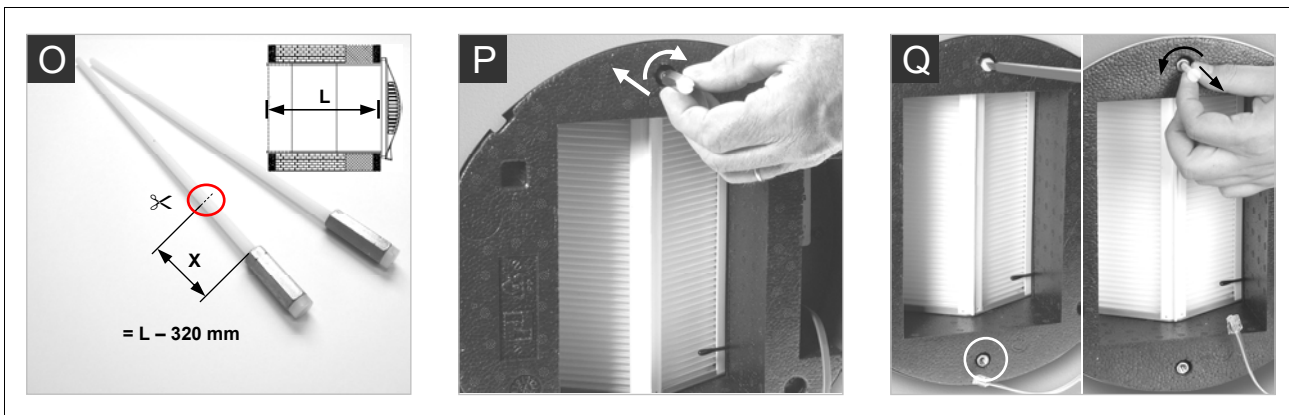

Fig. 4.9 Monteren van de draadstangen
**I** Lengte van de geïnstalleerde muurmantel **L = 320 mm**: Geen unitverlenging vereist, ga verder met de installatie met Fig. 4.9 (het monteren van de binnenwandafdekking)